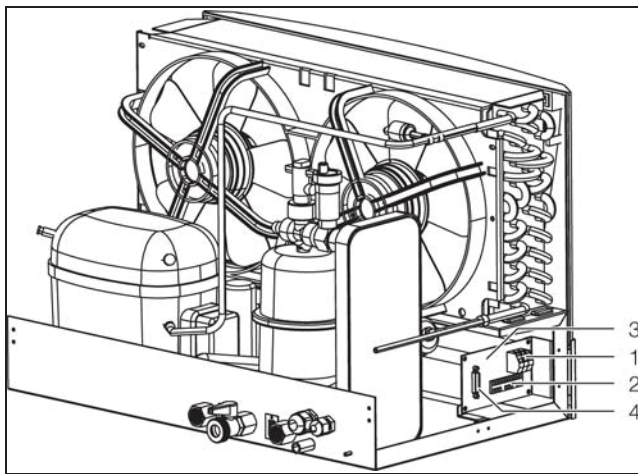
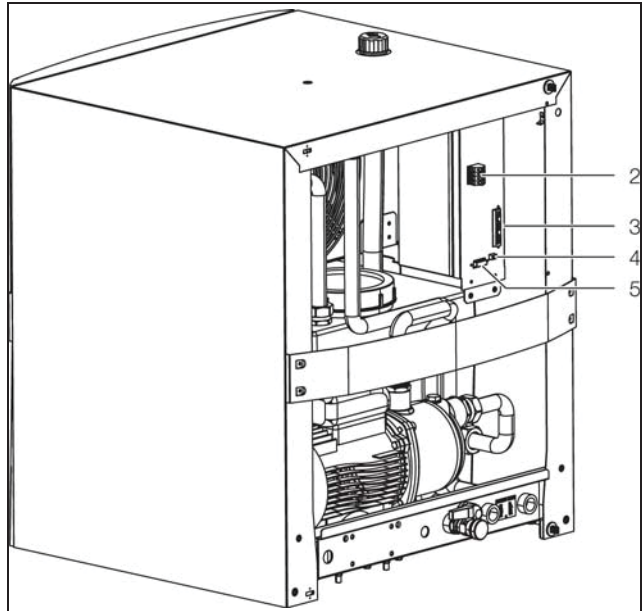
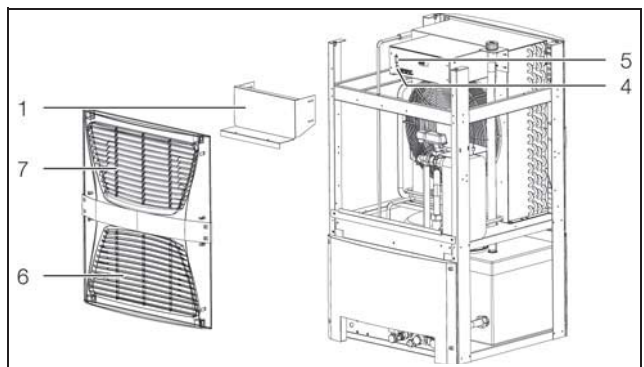

Imagen 41: Conexión PLC (3318.600, 3318.610 y 3319.600, 3319.610)
Imagen 43: Conexión PLC (3320.600 y 3334.600)
Imagen 44: Conexión PLC (3334.660)
- Conecte el cable al conector Sub-D de 15 polos (imagen 41, pos. 4).
- Conecte el cable al conector Sub-D de 15 polos (imagen 43, pos. 5).
- Desmonte la rejilla (imagen 44, pos. 6 y 7) de la parte posterior del chiller.
- Conecte el cable al conector Sub-D de 15 polos (imagen 44, pos. 5).
- Conecte el cable de conexión al armario de distribución en el contacto B5 (imagen 41, pos. 3, imagen 43, pos. 4 o imagen 44, pos. 4).